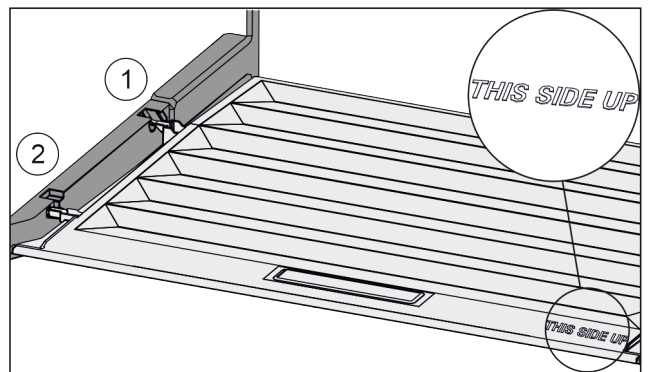

Fig. 115
- ▶ Introduceți nervura capacului prin orificiul suportului posterior Fig. 115 (1) și înclișetați-l în față în suport Fig. 115 (2).